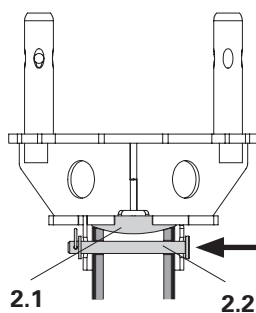

Fig. A1.02c
- Inserire i perni di collegamento nel raccordo UJC. (Fig. A1.02c)
- Sistemare la piastra e fissarla con un inserto a molla. (Fig. A1.02c)